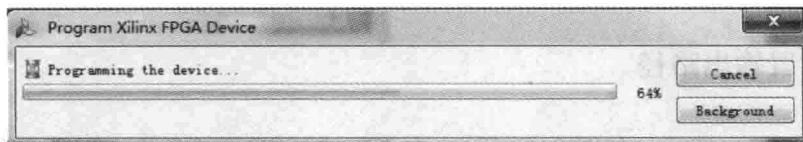

图 2.65 编程 FPGA 对话框界面
(19) 单击 Program 按钮。
(20) 如图 2.65 所示,出现 Program Xilinx FPGA Device(编程 Xilinx FPGA 器件)对话框界面。
(21) 编程成功后,在 Nexys4 板卡上,验证该设计的正确性。